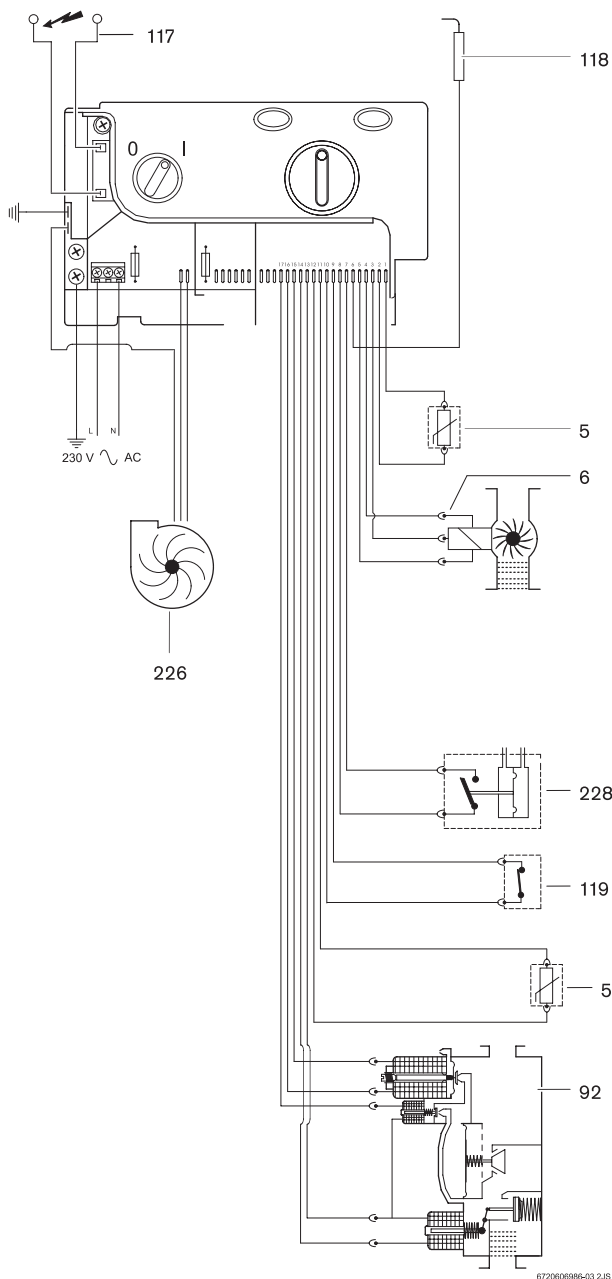

Fig. 3 Esquema eléctrico
Sempre que se abrir uma torneira de água quente, o sensor de caudal de água (Fig. 3, pos. 6) envia um sinal à unidade de comando. Este sinal provoca o seguinte:
- Simultaneamente, dá-se a produção de faíscas e a válvula de gás (Fig. 3, pos. 92) abre.
- O eléctrodo de ionização (Fig. 3, pos. 118) supervisiona o estado da chama